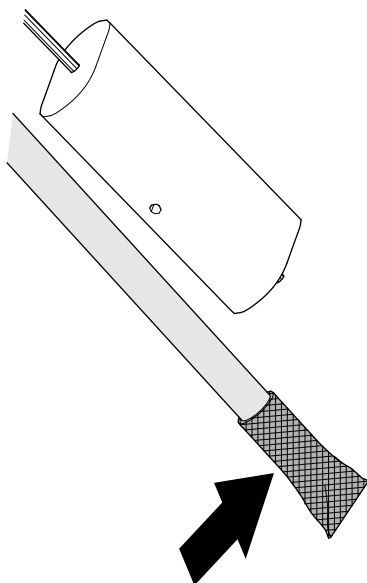

Figura 122
1. Pulite la griglia all'estremità del tubo di prelievo del carburante (Figura 122).